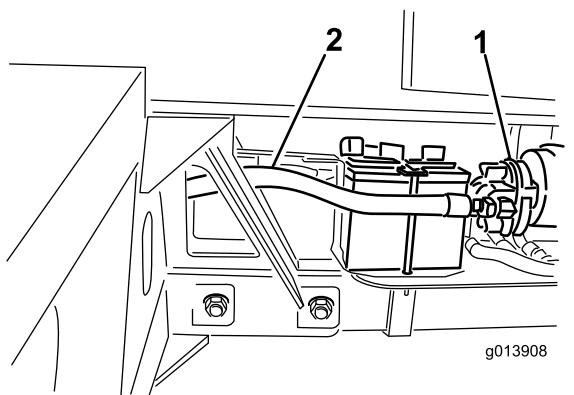

図 12
9. 油圧ホース #4 を油圧ポンプの吸い込み側に接続する図 12。